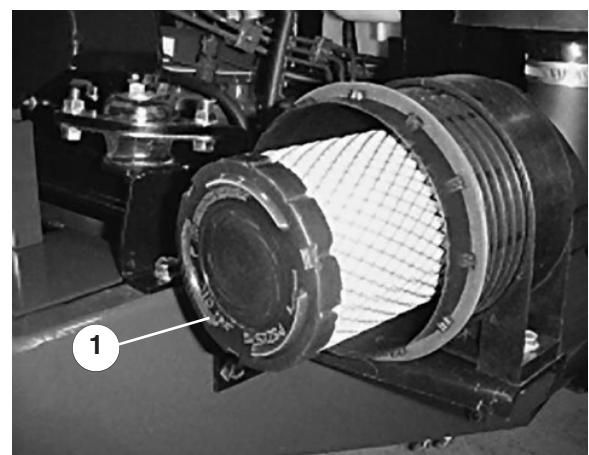

Bild 22
2. Schieben Sie den Hauptfilter (Bild 22) vorsichtig aus dem Luftreinigungskörper heraus, damit möglichst wenig Staub aufgewirbelt wird. Vermeiden Sie ein Anstoßen des Filters am Filterkörper.